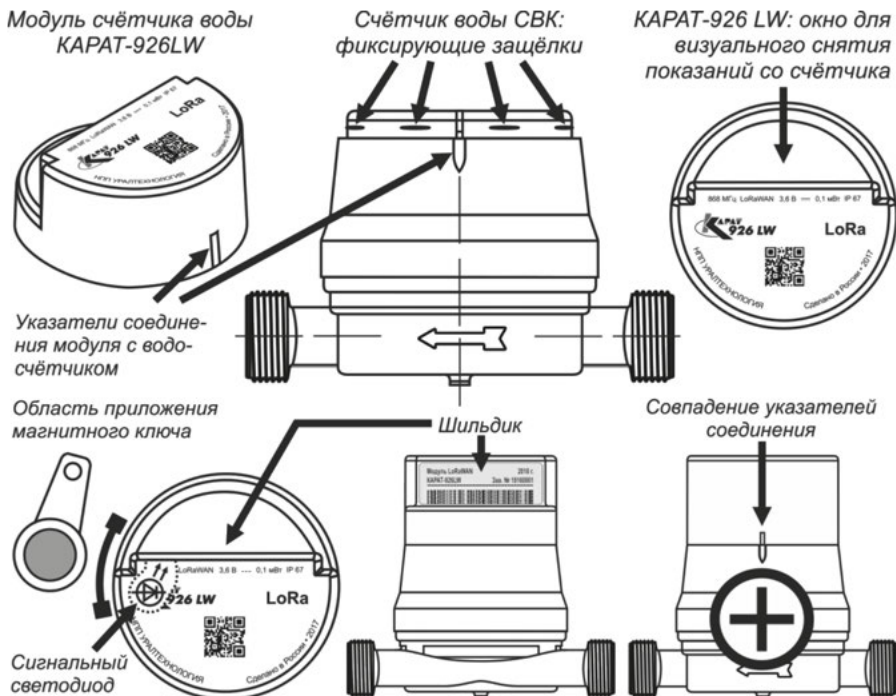

Рисунок 1 – Внешний вид модуля и его установка на счетчик
от счетчика. Исключение составляет замена батареи питания в модуле. При правильном соединении модуля со счетчиком, указатели, находящиеся на корпусах приборов должны совпадать, смотрите рисунок 1.
- активируйте модуль, приложив магнитный ключ к «области приложения» (смотрите рисунок 1). Приложение магнитного ключа вызовет мигание сигнального светодиода, что означает начало передачи сообщений для регистрации модуля в сети LoRaWAN. В зависимости от условий приема сигнала регистрация модуля может продолжаться от 10 секунд до нескольких минут. Если с первой попытки прибор не смог зарегистрироваться в сети, то далее он в автоматическом режиме каждые 4 часа будет повторять попытку регистрации (количество попыток регистрации модуля в сети не ограничено);